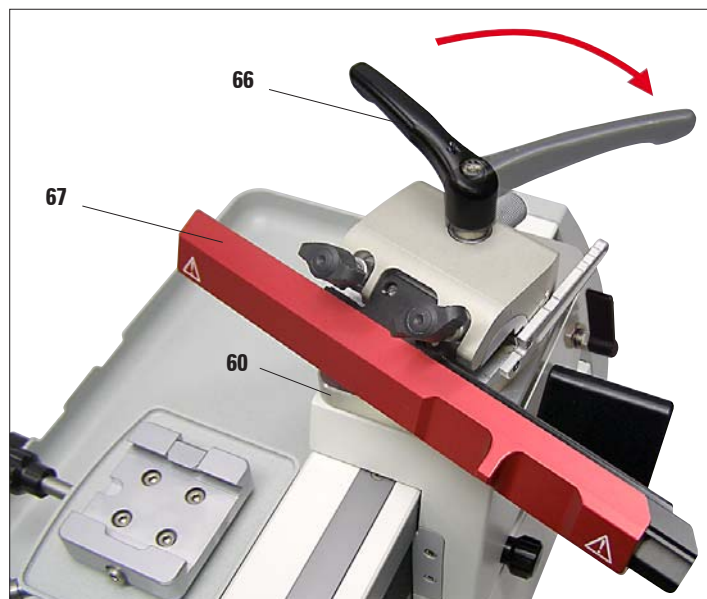

Fig. 12
- Continuer à tourner le levier de serrage (66) dans le sens des aiguilles d'une montre jusqu'à ce que le porte-couteau soit visé fixement (Fig. 12).
Le levier de serrage (66) est muni d'une poignée en plastique qui peut être tournée dans la position souhaitée. Pour ce faire, tirer la poignée vers le haut et la tourner dans la position souhaitée (Fig. 12). Le levier s'enclenche automatiquement lorsque vous le lâchez.